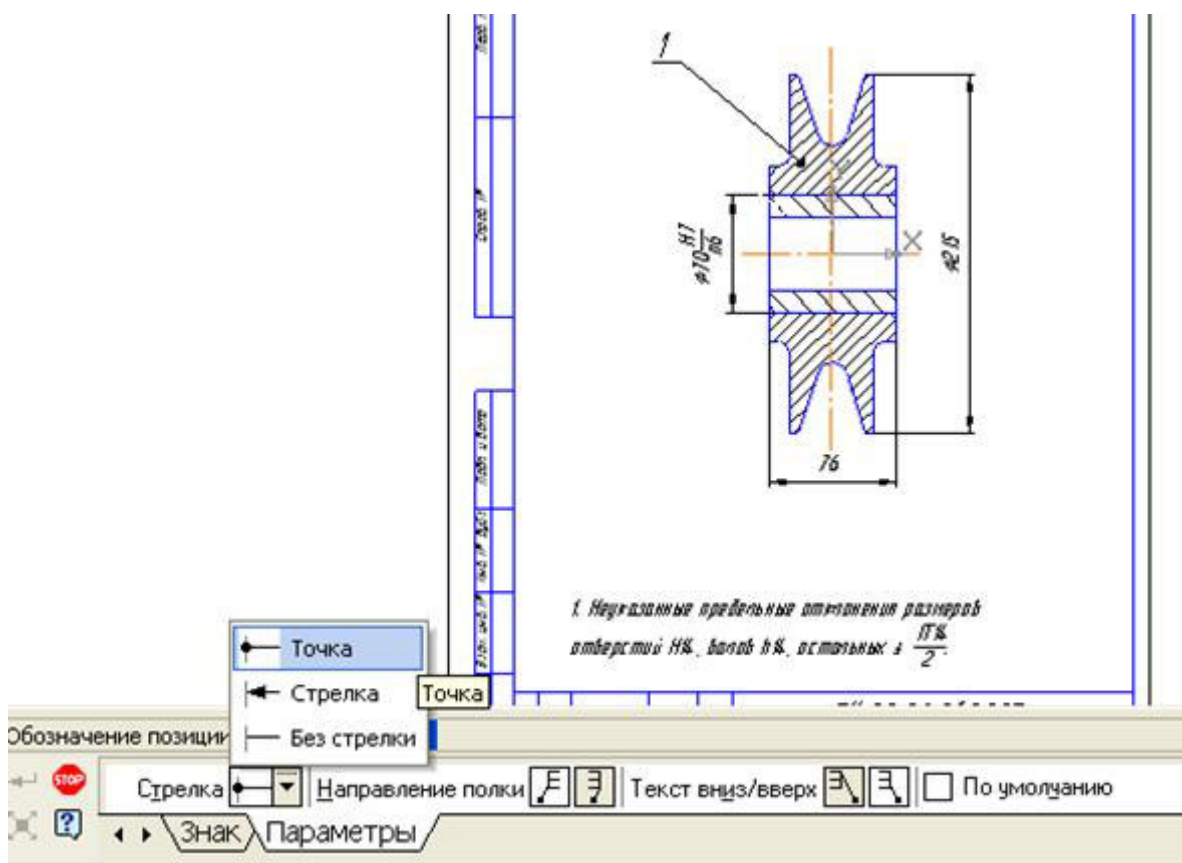

Рис. 6.6. Установка номера позиции
- щелкните по вкладке **Параметры** и установите в ней параметры, как показано на рис. 6.6.